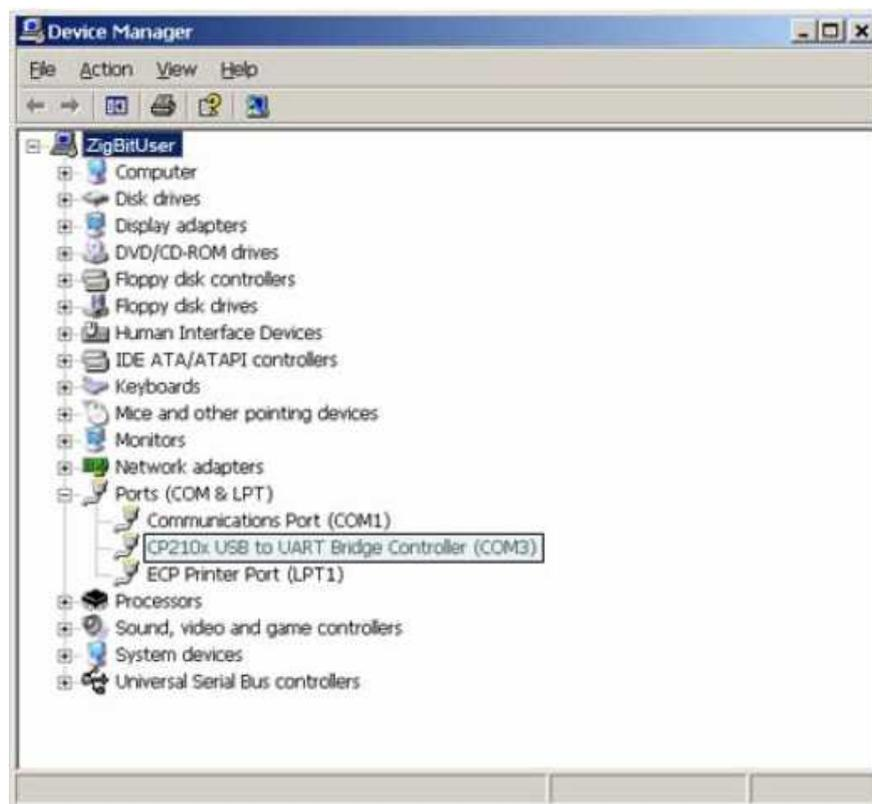

図 5 Windows デバイス・マネジャー・ウィンドウ中の COM ポートドライバ
- ドライバがちゃんとインストールしてあり、新COMポートがデバイスリストに載っていることを確認します。図5に示すデバイスマネージャのウィンドウを、スタート/設定/コントロールパネル/システム/ハードウェア/デバイスマネージャにより開きます。